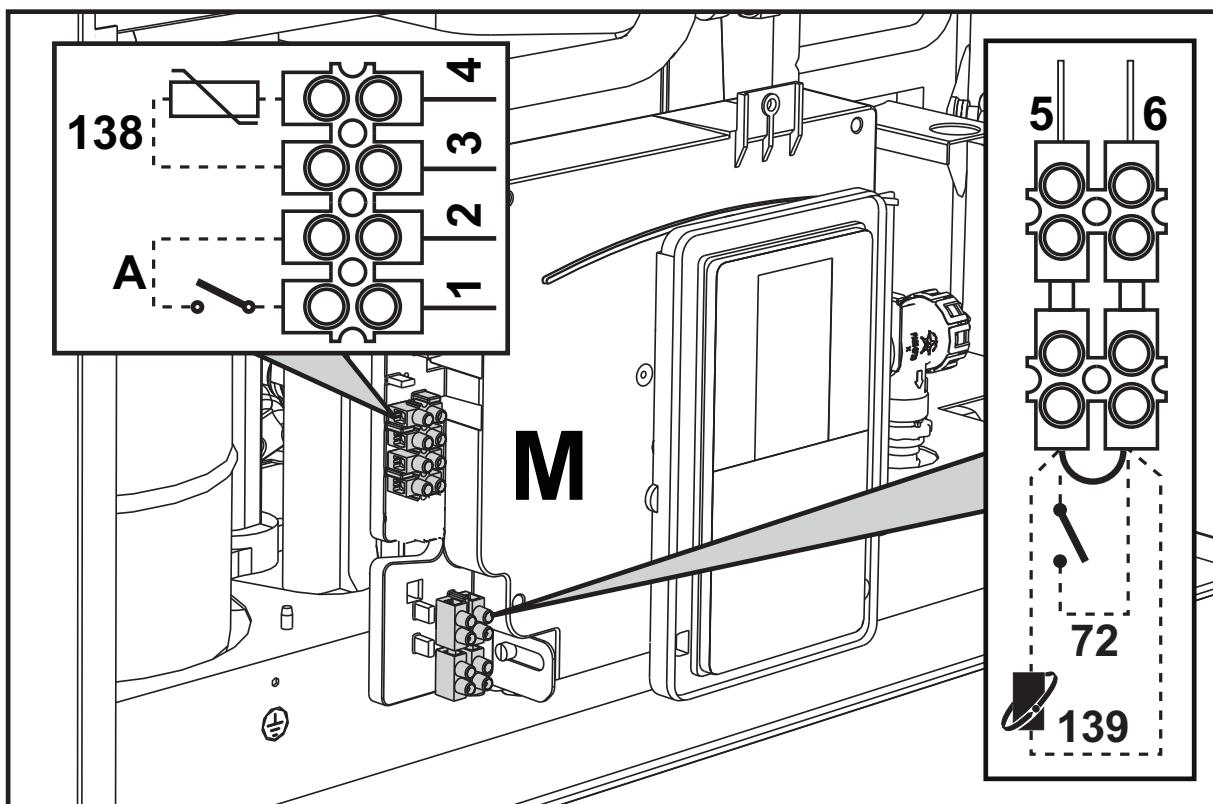

fig. 28
După ce ați scos panoul frontal ("Deschiderea panoului frontal" la pagina 168) veți putea avea acces la panourile de borne (M) și la siguranța fuzibilă (F) urmând indicațiile descrise în continuare. **Bornele indicate în fig. 28 trebuie să aibă contactele curate (nu 230 V).** Dispunerea bornelor pentru diferitele conexiuni este indicată și în diagrama electrică din fig. 64.
Configurarea întrerupătorului ON/OFF (A fig. 28)